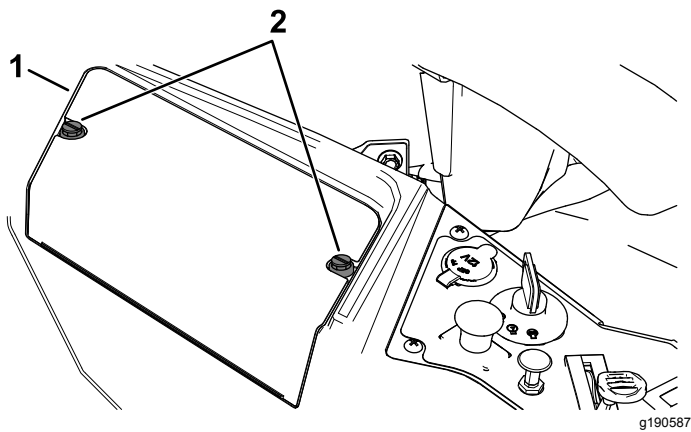

Figura 56
3. Afloje las 2 fijaciones en la tapa de la batería 1/4 de vuelta en sentido antihorario y retire la tapa de la batería (Figura 56).
6. Instale la tapa de la batería presionando hacia abajo y apretando las 2 fijaciones en sentido horario (Figura 56).